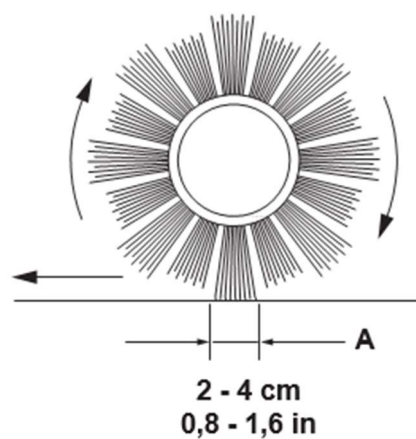

Figura 20
- Controle que la huella del cepillo principal (A, Figura 20), a lo largo de su largura, sea de 2 a 4 cm de ancho.
Si la huella (A, Figura 20) no está dentro de las especificaciones, ajuste la altura del cepillo principal según el procedimiento siguiente.
Si la huella (A, Figura 20) no puede ajustarse correctamente debido a la diferente largura de las cerdas, lo que provoca una presión diferente en el suelo, véase el Manual de asistencia.